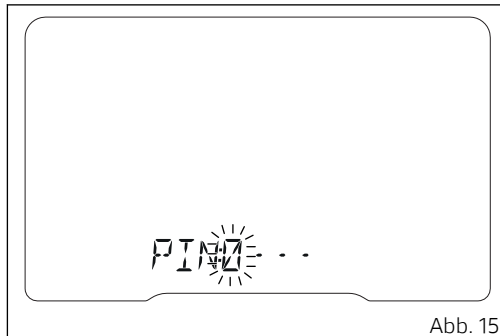

Abb. 15
- bei aktiv geschalteter PIN CODE-Funktion, wird die Seite der Funktion PIN CODE (Abb. 15) für die Eingabe des Freigabecodes angezeigt (siehe „Fahrzeugfreigabe über PIN CODE“ S. 194).